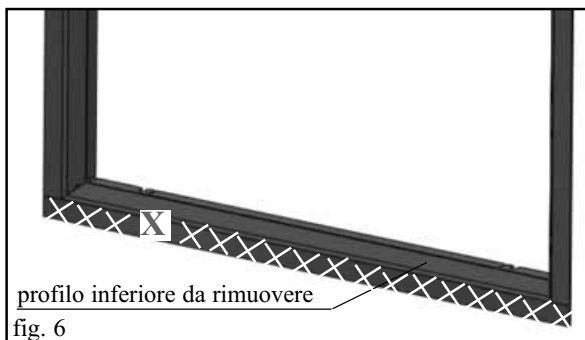

fig. 6
Pellinsert 54 è dotata di una cornice contorno bocca. Nel caso di installazione in sostituzione di Firebox® Edilkamin serie 54 deve essere asportato il profilo (X) che sborda dal traverso inferiore (fig. 6). Detto profilo è predisposto per l'asportazione, è sufficiente fare leva con un cacciavite, dopo aver tolto le viti poste nei 2 angoli.